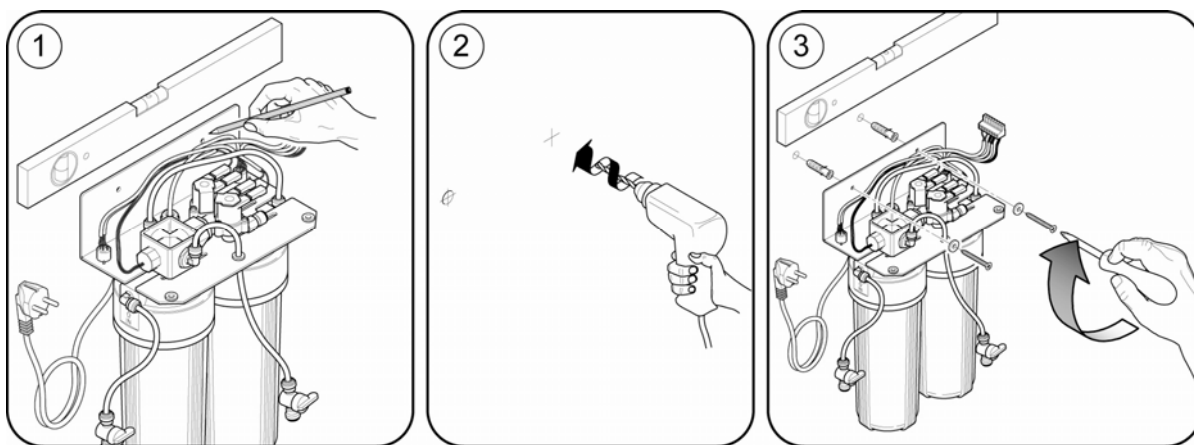

Рис. 3.1 Установка деионизатора
1. Прикрепите деионизатор к стене (рис. 3.1), используя прилагаемые винты в комплекте; дюбели могут использоваться для стен всех видов: сплошных, дырчатых кирпичных, строительных панелях, пористом цементе, и т. д.